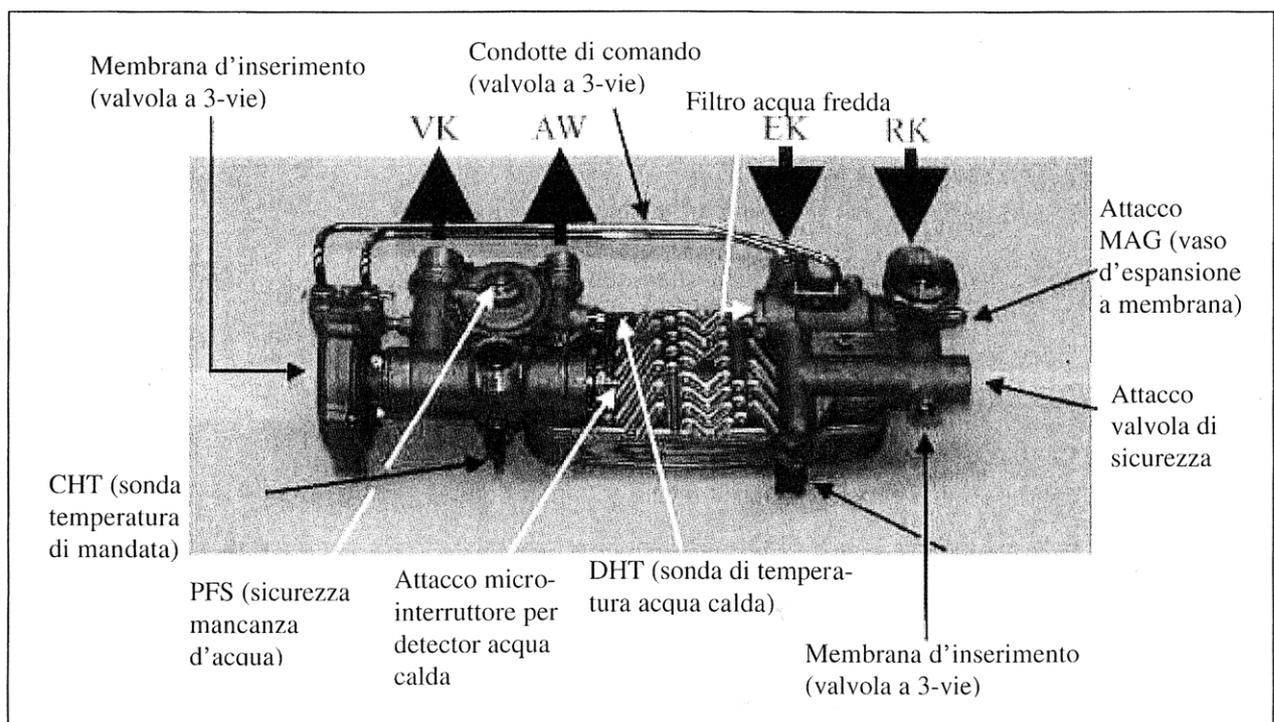

Fig. 33
- rimuovere l'elettrodo di accensione ed il sensore di ionizzazione (Fig. 33), dopo aver allentato le viti di fissaggio di due giri;